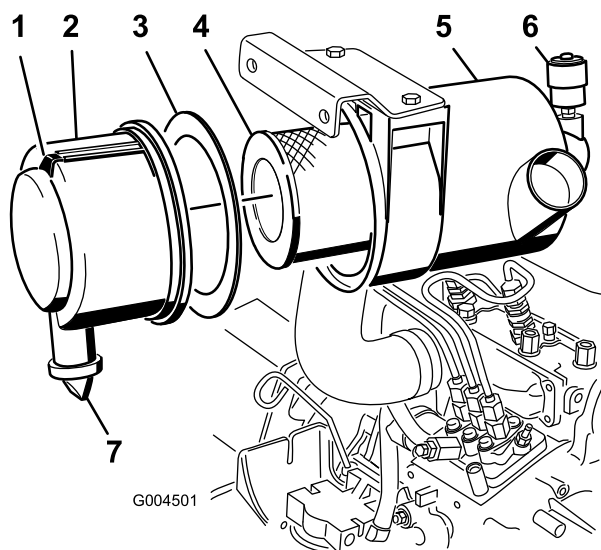

Figura 41
2. Effettuate la manutenzione dell'elemento filtrante quando la spia (Figura 41) diventa rossa, oppure ogni 400 ore (più spesso in condizioni estreme di polvere o morchia). Non eccedere nella revisione del filtro dell'aria.
1. Tirate il fermo verso l'esterno e ruotate il coperchio del filtro in senso antiorario (Figura 41).
2. Togliete il coperchio dal corpo del filtro dell'aria (Figura 41).
4. Togliete il filtro primario e sostituitelo (Figura 41).
6. Verificate che la guarnizione in schiuma sintetica sia stata montata nel coperchio e che non sia strappata o danneggiata (Figura 41).
- A. Togliete la valvola di uscita in gomma dal coperchio (Figura 41).
10. Se la spia è rossa, azzerate l'indicatore (Figura 41).